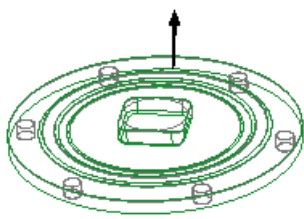

图 19.4.29 方向
Step7. 单击箭头调整方向如图 19.4.29 所示，然后选择^{Okay (确定)}命令，在系统弹出的^{▼ SEL/SEL ALL (选取/全选)}菜单中选择^{Select All (全选)}命令，然后选择^{Done/Return (完成/返回)}命令，完成曲面拾取。